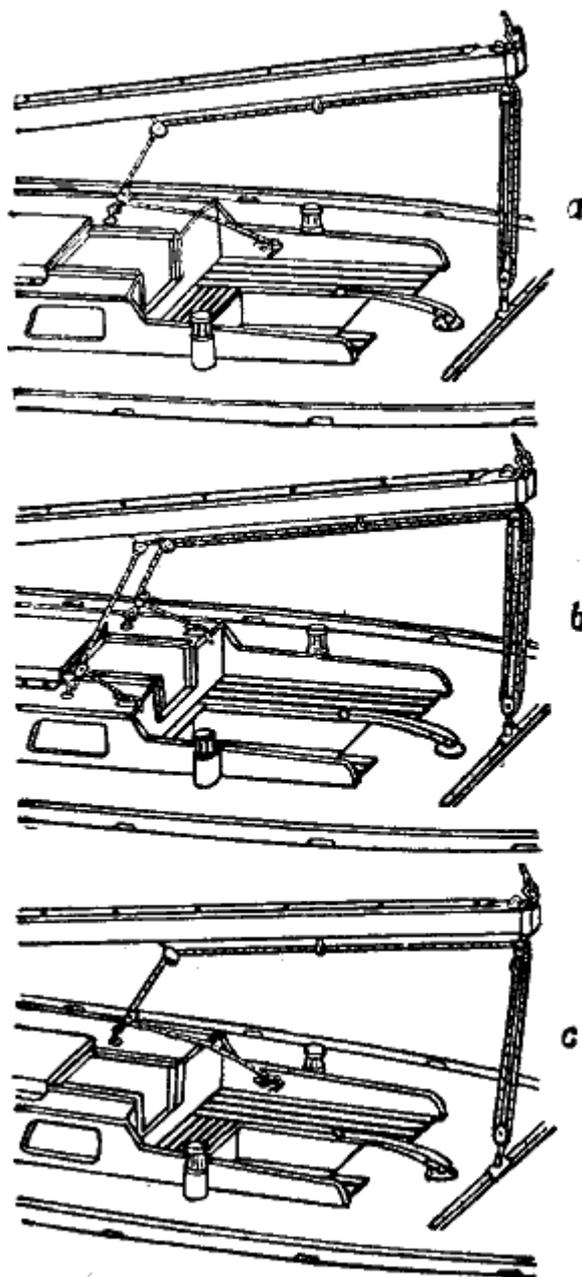

Рис. 334. Различные способы проводки гика-шкота
1. Если каютный люк сдвигается в сторону или дает возможность провести ходовой конец гика-шкота только по одному борту (разумеется, по наветренному!), то коренной конец шкота через скобу на кормовой части палубы крепится за блок с проушиной; блок в этом случае скользит по шпрюйту или передвигается по рельсу. Отсюда шкот проводится к двойному блоку на ноке гика, затем возвращается через палубный блок снова к ноку гика и далее проводится по нижней стороне гика через один или два направляющих обушка к блоку, укрепленному посередине гика. Затем шкот направляют к блоку, укрепленному на палубе каюты, и уже оттуда — к крепежной утке, установленной в кокпите или на его комингсе (рис. 334, а).
части палубы, и тем же самым путем обратно к другой стороне палубы каюты. Эту проводку делают таким образом, чтобы можно было управлять гика-шкотом с соответствующего наветренного борта. Так как тяга обоих концов к ноку гика одинакова, то здесь можно применить двойной блок. Для проводки шкота посередине гика рекомендуется укреплять два отдельных блока (рис. 334, б).
3. На небольших яхтах или при использовании грота площадью до 20 м2 коренной конец можно крепить также к блоку с проушиной, укрепленному на ноке гика. В этом случае шкот проводится через блок на палубе к гика и, как описано выше, проходит вдоль гика через палубу каюты к кокпиту (рис. 334, а).